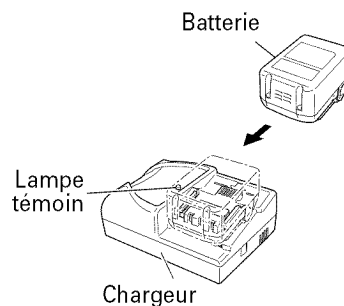

Fig. 4
2. Insérer la batterie dans le chargeur. Insérez fermement la batterie dans le chargeur, jusqu'à ce que la ligne soit visible, comme cela est indiqué dans la Fig. 4, 5.